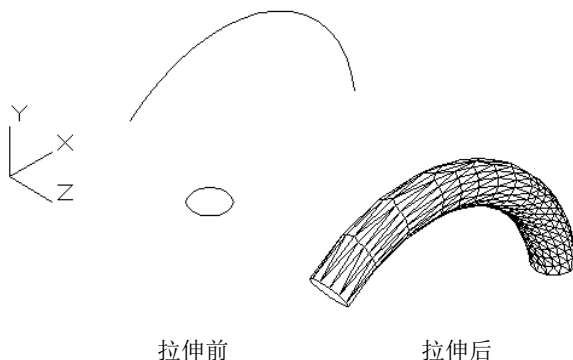

图 10-12 沿圆弧曲线路径拉伸圆
2) 路径(P): 以现有的图形对象作为拉伸创建三维实体对象。如图 10-12 所示为沿圆弧曲线路径拉伸圆的结果。